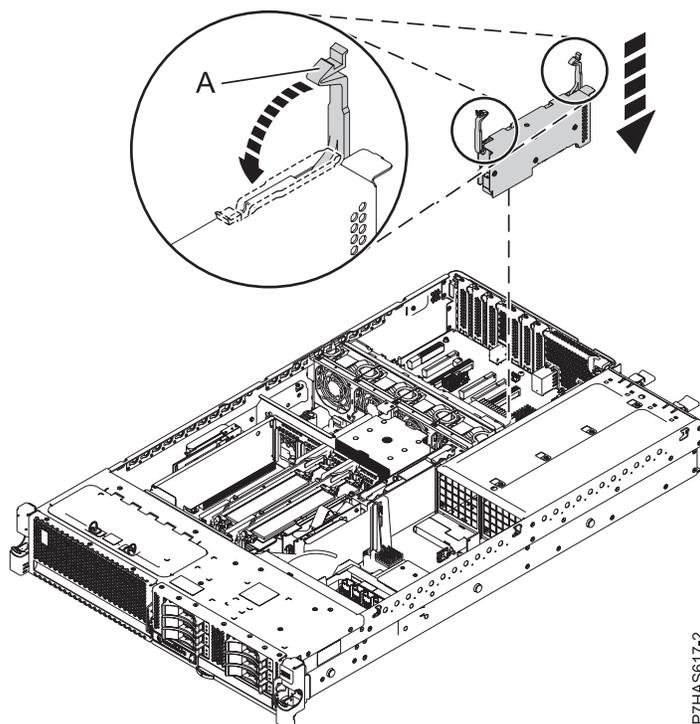

Figura 6. Instalación del adaptador GX FC EJ0H en un sistema
1. Prepárese para instalar el adaptador nuevo estirando los pestillos (A) del adaptador hasta la posición de abierto, como se muestra en Figura 6.
2. Sostenga con cuidado el nuevo conjunto del adaptador (código de característica (FC) EJ0H, adaptador GX++ LP de 1 puerto PCIe2 x8) por los pestillos de plástico (A) y alinee el conjunto del adaptador GX con la ranura y con el correspondiente conector de la placa posterior del sistema.